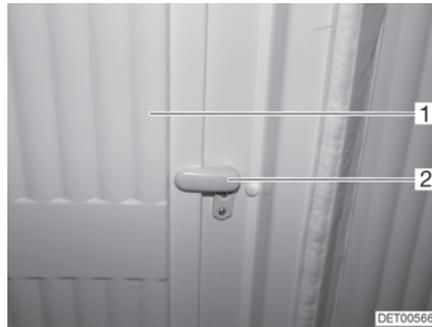

Fig. 121 Bloqueo, revestimiento del cuarto de aseo
- Llevar el pestillo (Fig. 121,2) a la posición vertical y plegar la parte interior (Fig. 121,1) del revestimiento del cuarto de aseo hacia fuera.
- Plegar la parte interior (Fig. 121,1) del revestimiento del cuarto de aseo hacia dentro y llevar el pestillo (Fig. 121,2) a la posición horizontal.